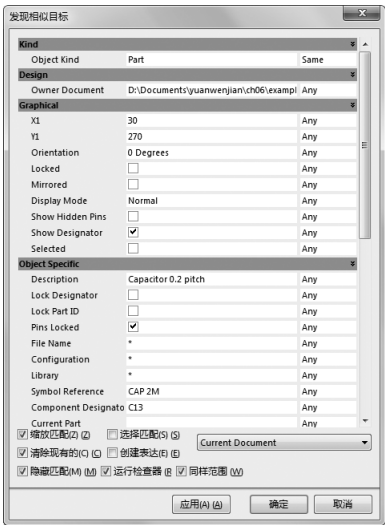

图 6-6 “发现相似目标”对话框
(1) 选择菜单栏中的“编辑”→“查找相似对象”命令，光标将变成十字形状出现在工作窗口中。
(2) 移动光标到某个对象上，单击鼠标，系统将弹出如图 6-6 所示的“发现相似目标”对话框，在该对话框中列出了该对象的一系列属性。通过对各项属性进行匹配程度的设置，可决定搜索的结果。这里以搜索和晶体管类似的元件为例，此时该对话框给出了如下的对象属性：